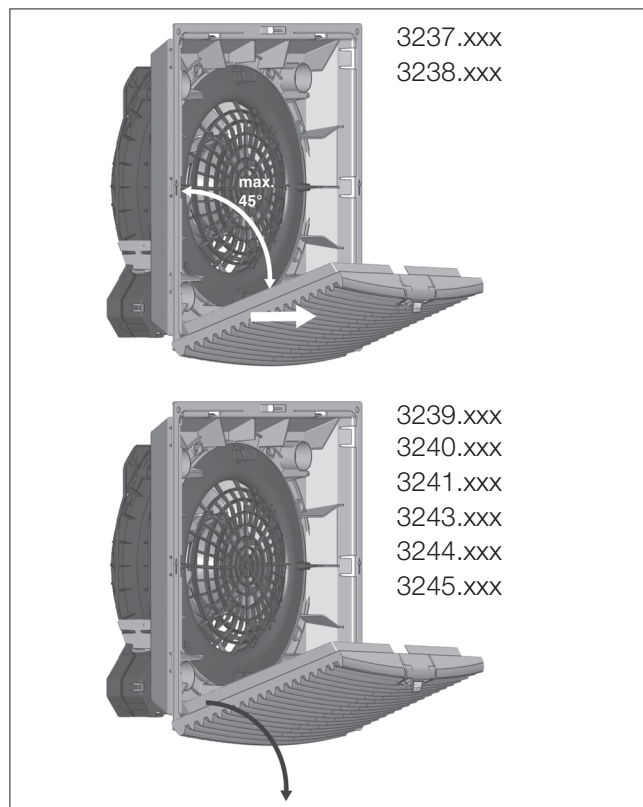

Abb. 2: Lamellengitter abnehmen
- Um die unteren Bohrungen zu setzen, muss das Lamellengitter wie unter Abb. 2 dargestellt abgenommen werden.